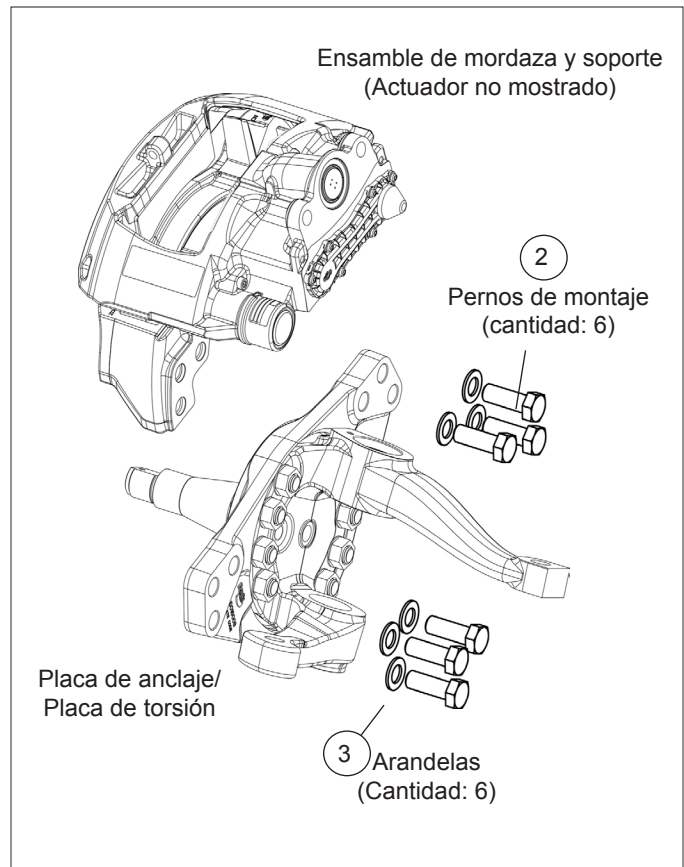

Figura 10: montaje axial de la mordaza y soporte
1. (Consulte la figura 10). Sosteniendo el freno de disco de aire por los medios necesarios, retire y deseche los seis pernos (elemento 2) y las arandelas (elemento 3) que sujetan el freno a la placa de anclaje y retire el ensamble de mordaza y soporte del vehículo.